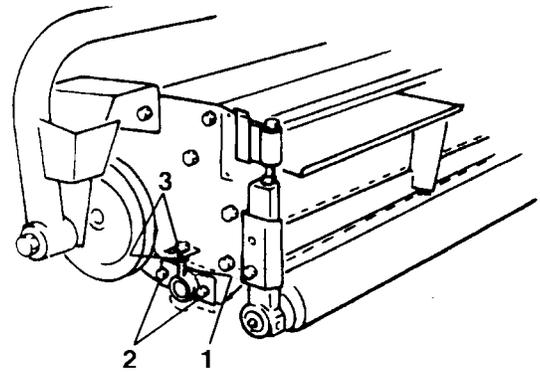

Bild 42
4. Die (2) Schloßschrauben an der Untermesserleisteneinstellung lockern (Bild 42).